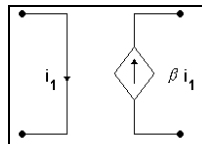

Figura 2.6: Fonte de corrente controlada por corrente.
- *Fonte de corrente controlada por corrente.* A Figura 2.6 mostra esse tipo de fonte. O fator β é chamado ganho de corrente.